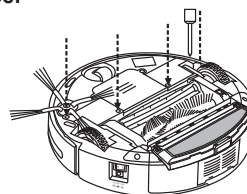

Рис.1
1. Отвинтите шурупы на колесах отверткой. (См.рис.1)